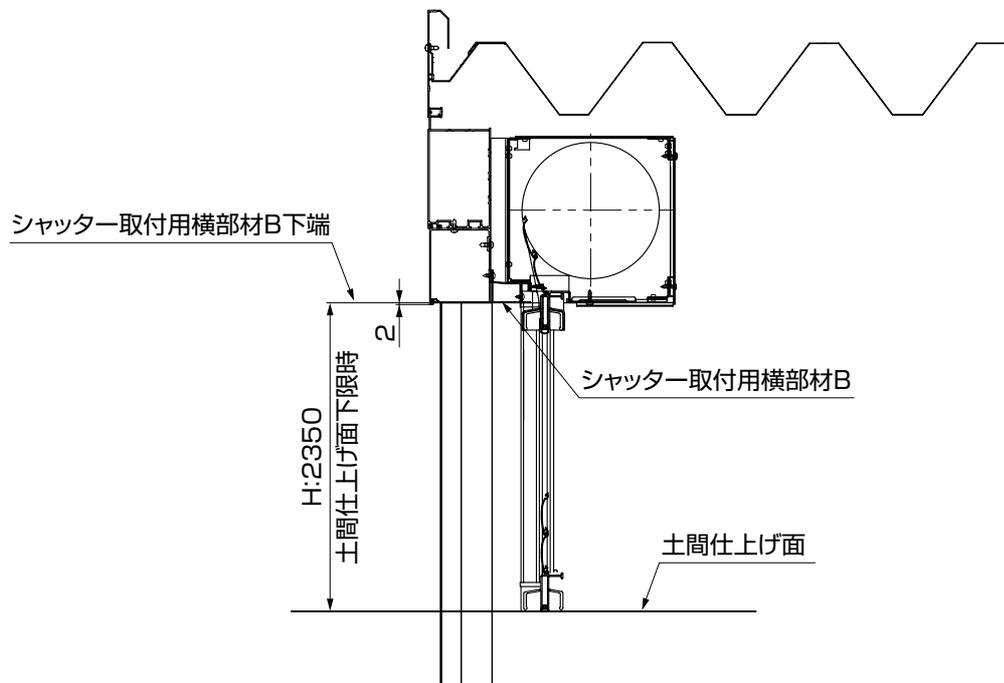

図5-1
- ①外枠の位置出し金具を化粧まぐさに合わせ、【25-10】で固定してください。(図5-1参照)
●加工寸法は、標準高さの場合の寸法です。(図5-1参照)